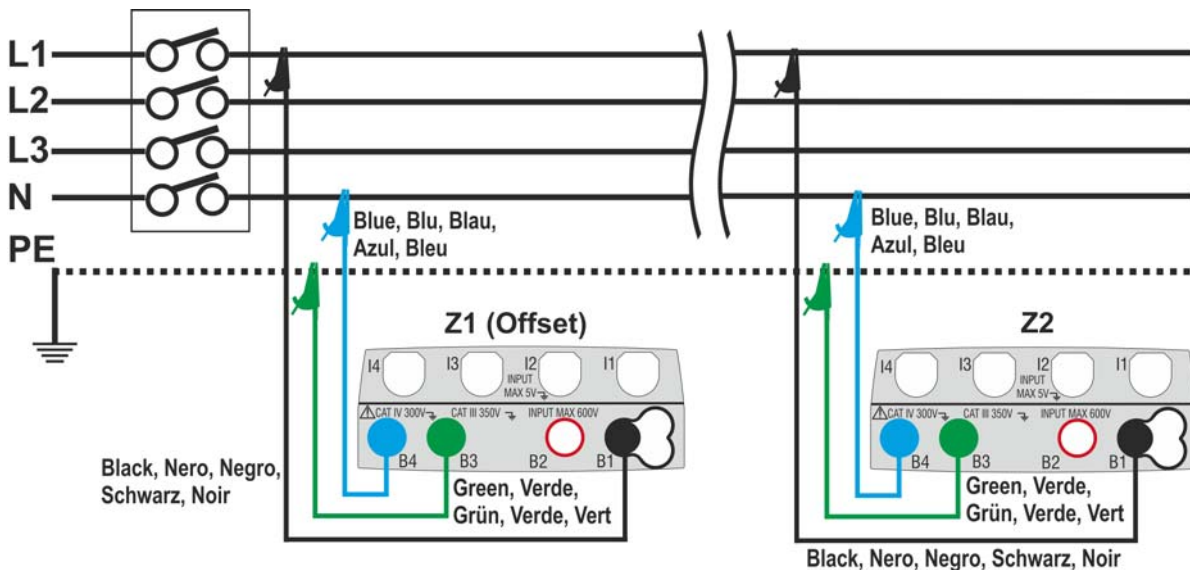

Fig. 33: Conexión del instrumento para la medida de la caída de tensión en modo L-N
6. Pase al punto 9 en el caso en el que se haya definido manualmente el valor de la Z1 (Offset). **En el caso en el que NO haya sido definido manualmente el valor de la Z1 (Offset)** conecte el instrumento en el punto inicial de la línea en examen (habitualmente aguas abajo de la protección) de acuerdo con las Fig. 33 o Fig. 34 a fin de ejecutar la primera medida de impedancia **Z1 (Offset)**. En este caso el instrumento realizará la medida de impedancia presente aguas arriba del punto inicial de la línea asumiéndola como referencia inicial. Se muestra la siguiente pantalla (relativa a la medida L-L) en el visualizador
9. Conecte el instrumento en el punto final de la línea en examen de acuerdo con las Fig. 33 o Fig. 34 para realizar la medida de la impedancia al final de línea **Z2**. Se muestra en el visualizador la pantalla siguiente. Note la presencia en pantalla del valor Z1 (Offset) medido anteriormente